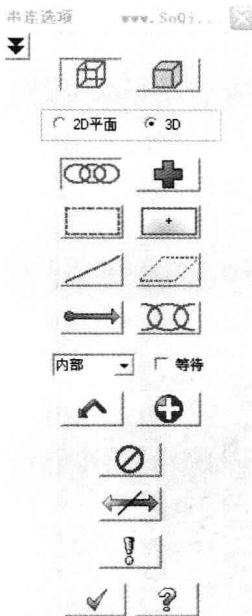
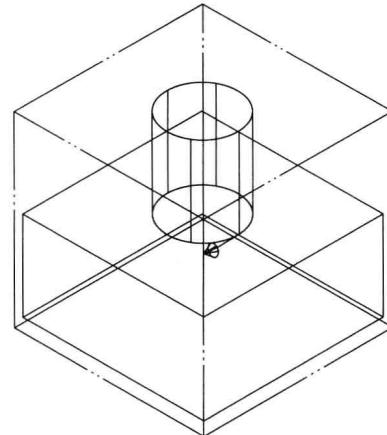

图 1.12 挖槽刀具路径对话框
图 1.13 选取矩形线和圆
(4) 点击菜单刀具路径、挖槽刀具路径，出现如图 1.12 对话框，提示选取元素，选取图中矩形线，出现箭头后再选取圆，如图 1.13 所示。